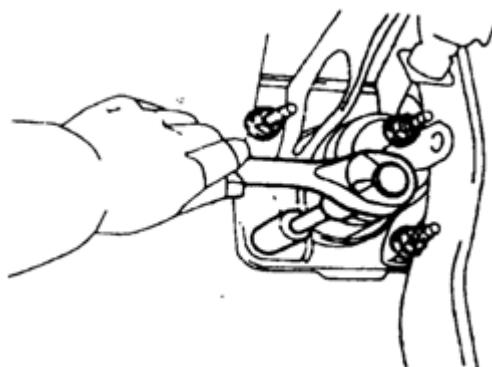

图3-10
- (2) 脱开制动灯连接器。
- (3) 拆下4个螺母和制动踏板支架 , 如图3-10 所示。
- (1) 用4个螺母安装制动踏板支架 (见图3-10)，拧紧力矩 : $13N \cdot m$ 。
- (2) 连接制动灯开关接头。